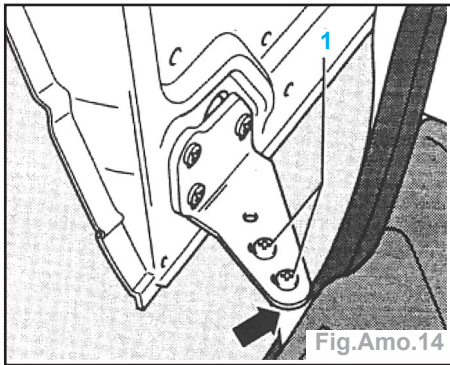

Fig.Amo.14
- Repérer le réglage du guide-galet inférieur (flèche) (Fig.Amo.14).